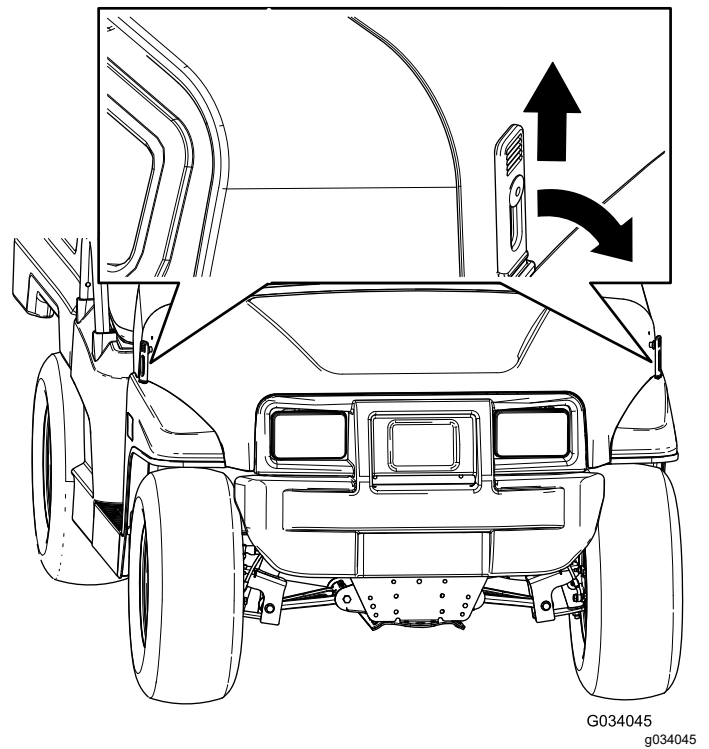

Figura 25
2. Segure no capot alinhando os trincos de borracha com as âncoras do trinco em cada lado do capot (Figura 25).
1. Eleve a pega dos trincos de borracha de cada lado do capot (Figura 25).